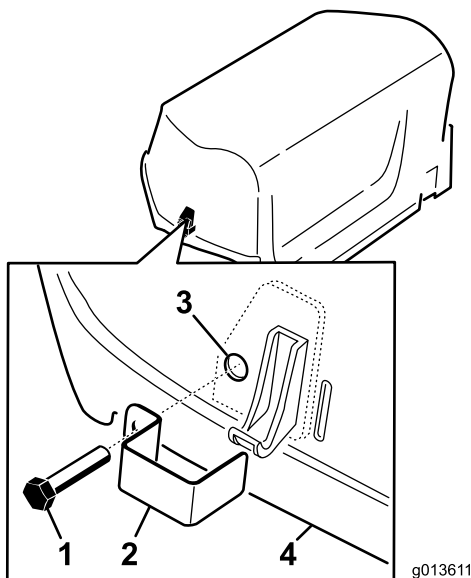

Figura 7
1. Montate un dispositivo di chiusura sui fermi sinistro e destro del cofano con un bullone senza dado (due in tutto) (Figura 7).
- Mediante una pinza o una chiave regolabile montate una rondella di sicurezza interna su ogni bullone (1-2 filetti) per fissare il bullone (Figura 7).